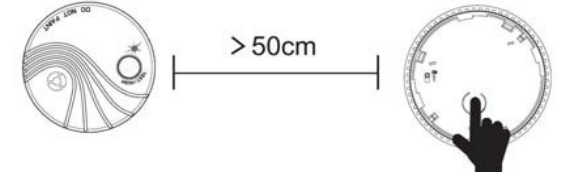

Fig. 11
4. Tryck kort på parkopplingsknappen på botten av den andra brandvarnaren – den röda LED-indikatorn blinkar långsamt, ungefär en gång per sekund enligt Fig. 11.